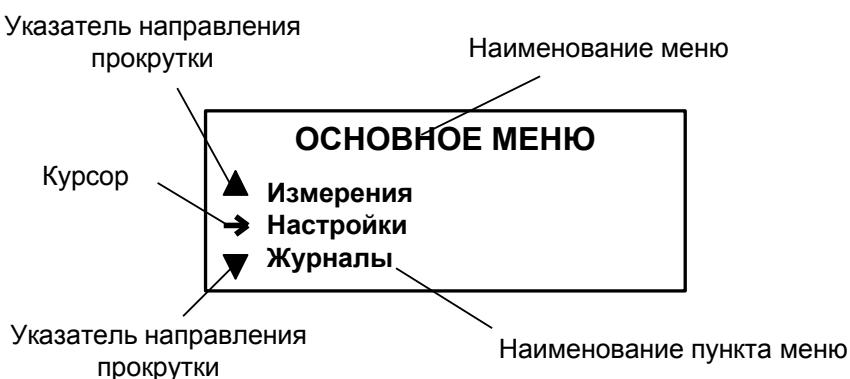

Рис. 1. Вид основного меню.
- 1.1.1. Для управления расходомером с клавиатуры ВП используется многоуровневая система меню (Приложение А), состоящая из основного меню, подменю и окон, содержащих списки команд и параметров. Основное меню (рис.1) имеет неизменный состав. Состав и структура подменю и окон, а также возможности модификации установочных параметров определяются режимом работы расходомера.
- 1.1.3. Индикация на дисплее состоит из наименования меню (окна), расположющегося неподвижно в первой строке дисплея жидкокристаллического индикатора (ЖКИ), и наименований пунктов меню (параметров), которые могут смещаться вверх или вниз (рис.1).
1.1.5. Одновременно на дисплее может индицироваться не более 3-х строк (пунктов меню, параметров из списка). Поэтому в начале первой и последней строк пунктов (параметров) могут располагаться указатели направления прокрутки в виде треугольников (рис.1), вершины которых направлены в стороны возможного перемещения курсора по строкам (пунктам меню, параметрам).